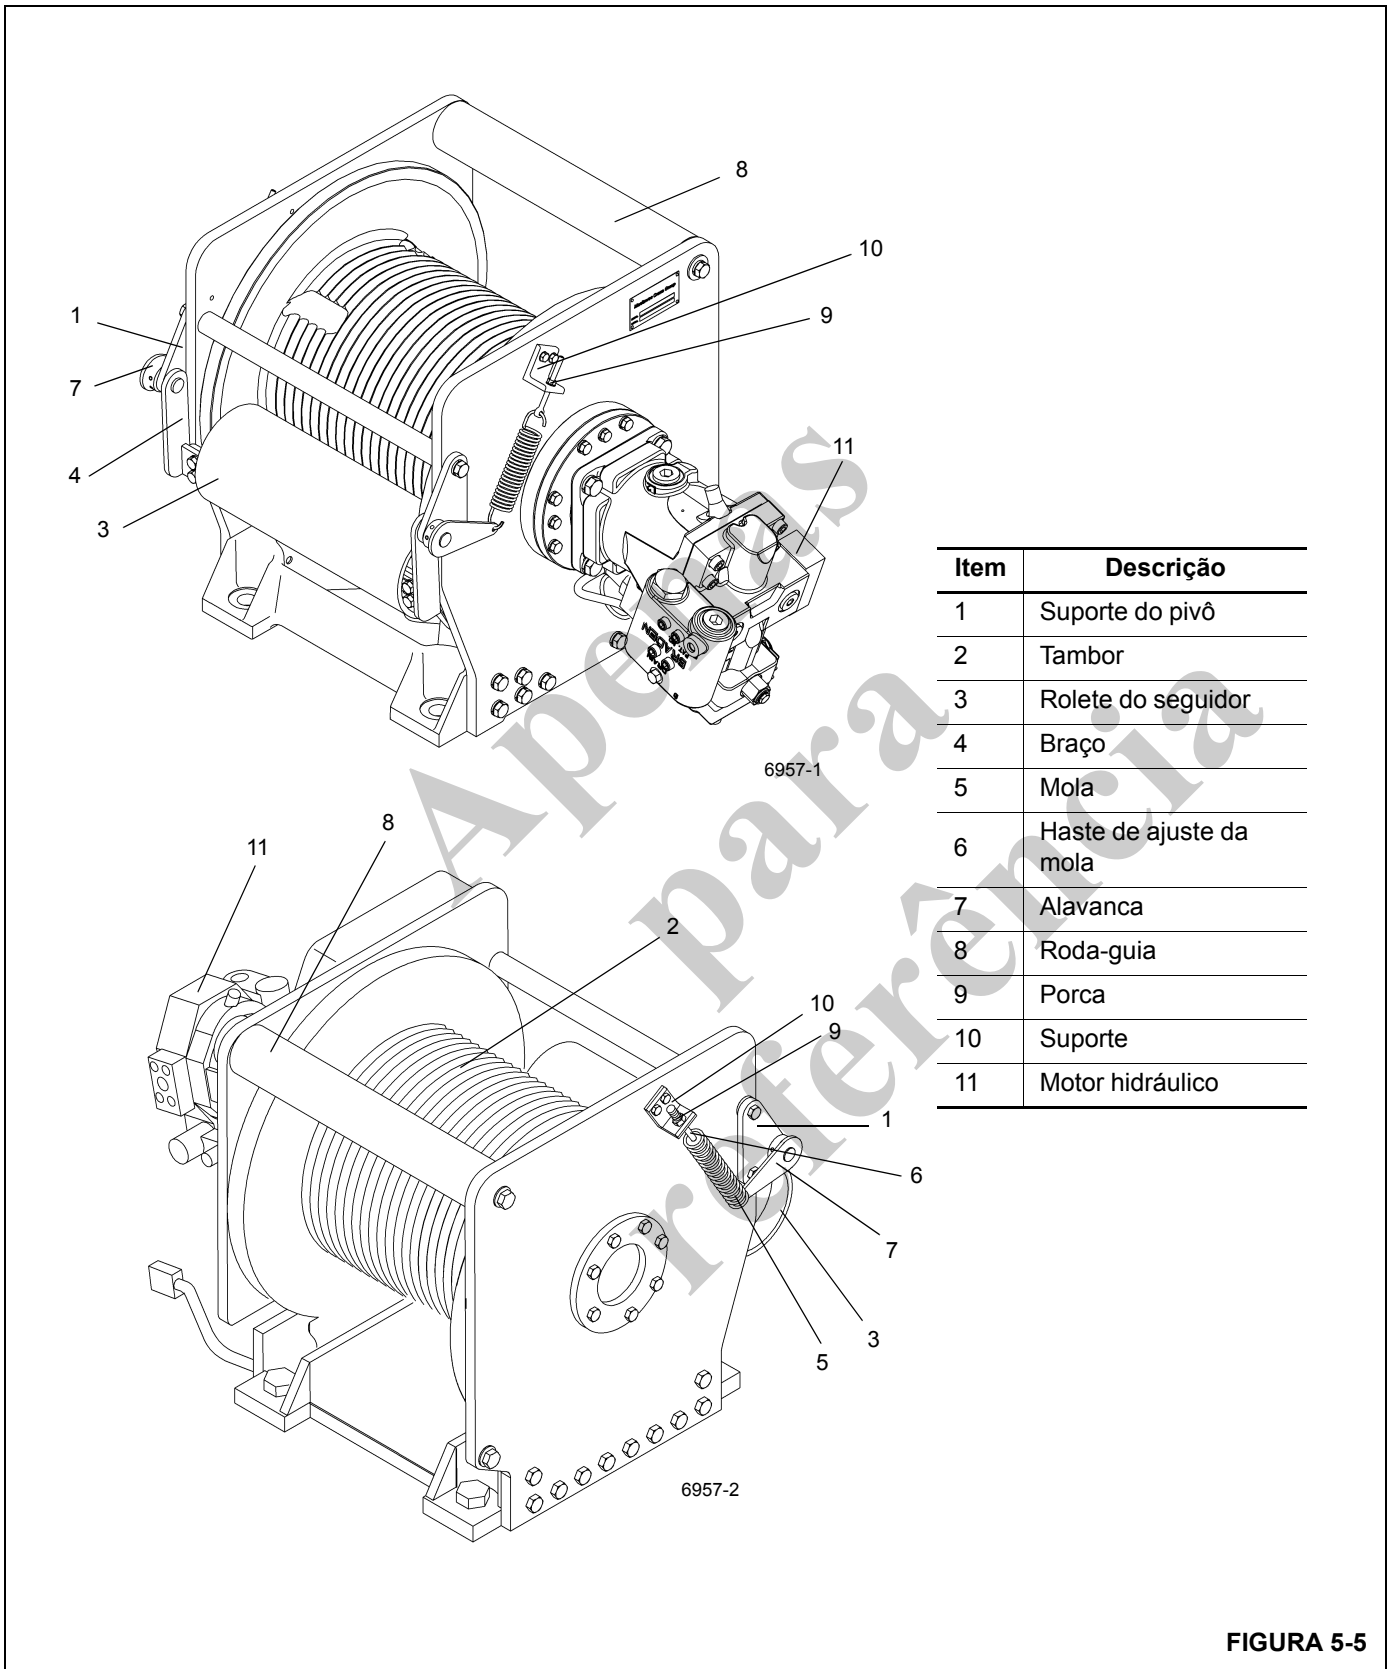

FIGURA 5-5
1. Remova o parafuso, a arruela e a arruela de pressão do lado direito da roda-guia (Figura 5-5).